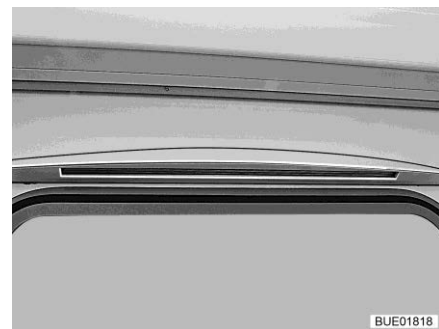

Fig. 91 Luce tenda veranda
- Illuminazione tenda veranda (Fig. 91)